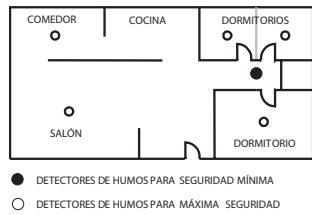
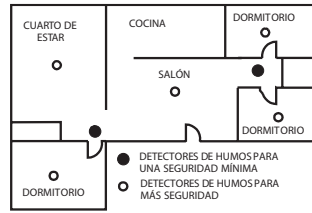

Figura 1. Instalación en viviendas unifamiliares con una sola zona de dormitorios.
Figura 2. Instalación en viviendas unifamiliares con más de una zona de dormitorios.
- c Instale un detector de humos en el vestíbulo fuera de la zona de dormitorios, como muestra la Figura 1. Se requieren dos detectores en hogares con dos zonas de dormitorios, como muestra la Figura 2.